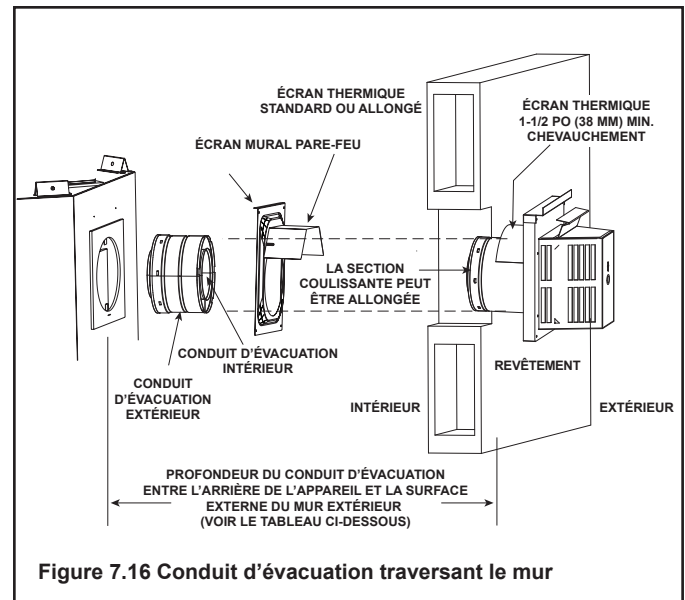

Figure 7.16 Conduit d'évacuation traversant le mur
- **NE PAS** enlever les écrans thermiques fixés à l'écran mural pare-feu et au chapeau de l'extrémité horizontale (présenté à la figure 7.16).
L'écran thermique est en deux parties. L'une des parties a été fixée à l'écran pare-feu du mur lors de la fabrication. L'autre partie a été fixée au chapeau de la cheminée lors de la fabrication. Voir la figure 7.16.